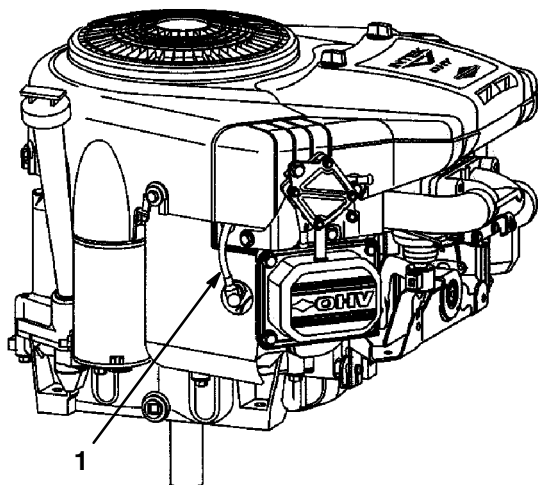

Abbildung 25
3. Die Kabel von den Zündkerzen abziehen (Abb. 25). Den Bereich um die Zündkerzen herum reinigen, um zu verhindern, dass Schmutz in den Motor fallen und Schäden verursachen kann.
3. Die Kabel an den Zündkerzen anbringen (Abb. 25).